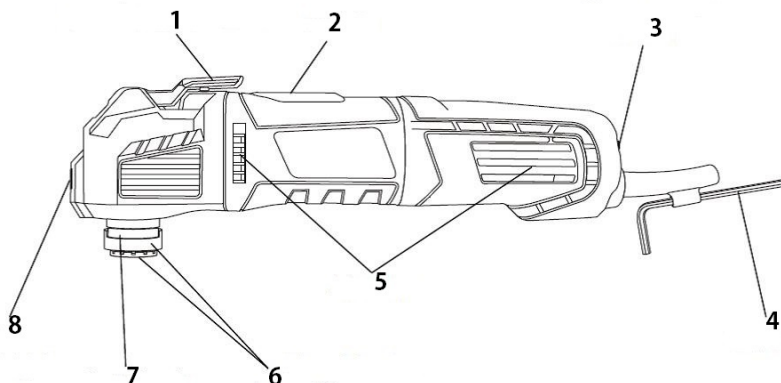

Рис. 1
ОПИСАНИЕ ИНСТРУМЕНТА (Рис.1)
- Поднимите рычаг механизма высвобождения оснастки (1, рис.1).
- Вставьте полотно с прорезью в зажим для ножей с прорезью (7, рис.1). Убедитесь, что пазы инструмента совпали со штифтами зажима.
- Опустите рычаг механизма высвобождения оснастки (1, рис.1).
- Для снятия рабочего инструмента отвинтите шестигранным ключом (4, рис.1) фиксирующий винт (Рис.2) и снимите рабочий инструмент.
- Установите рабочий инструмент в зажим для ножей без прорези (6, рис.1).